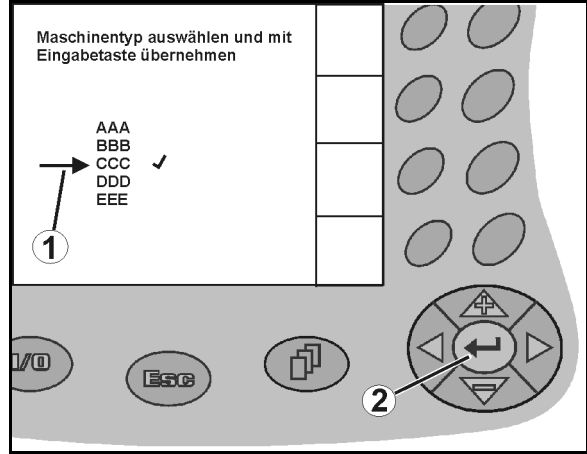

Fig. 14
- Seçim okunu (Fig. 14/1)  ve  ile konumlandırınız.
-  Seçimi kabul ediniz (Fig. 14/2).